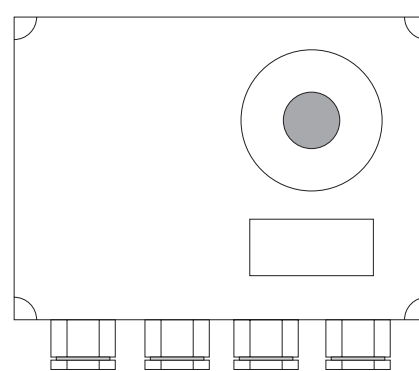

Fig 2.
2. Den nye DOL 99B el-boks monteres, se fig. 2.
2. The new DOL 99B wiring box is mounted, see fig. 2.
2. Den neuen DOL 99B Schaltkasten montieren, siehe Abb. 2.